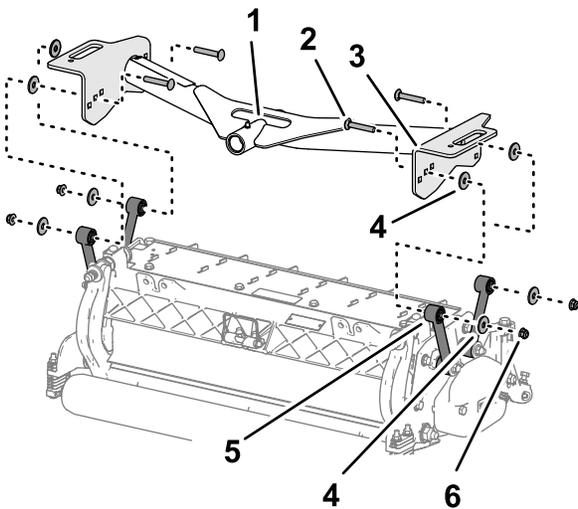

图 17
1. 将前承载架板中的孔与滚刀组安装板中的孔对齐 图 17。
2. 对齐承载板和连杆之间的垫圈 图 17 并使用托架螺栓 $\frac{3}{8} \times 2\frac{1}{4}$ 英寸、垫圈和凸缘锁紧螺母 $\frac{3}{8}$ 英寸松动地组装板和隔片。